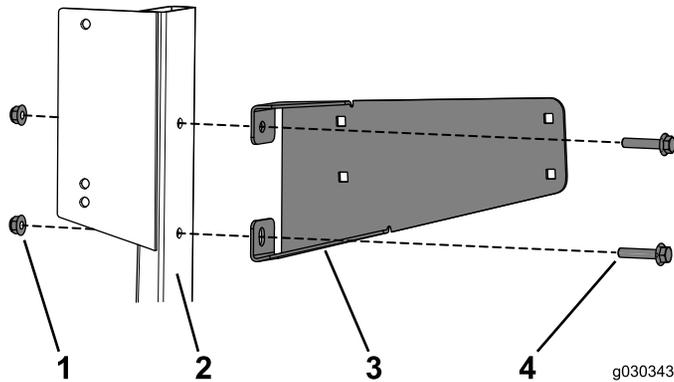

Figure 30
1. Fixez le support du réservoir sur le support tubulaire dans le compartiment moteur au moyen de 2 boulons à embase (5/16 x 1-1/2 po) et 2 écrous à embase (Figure 30).